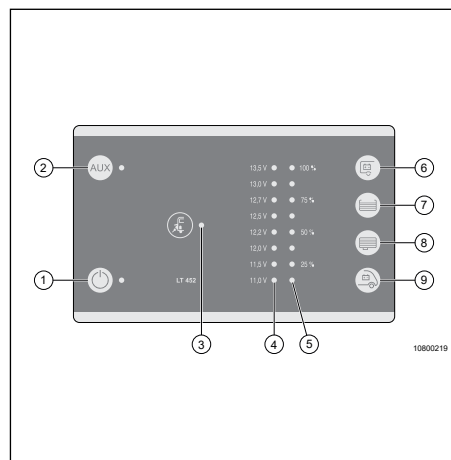

Fig. 40 Panneau de contrôle
6. Vérifier le bon fonctionnement sur le panneau de contrôle (Fig. 40).
L'interrupteur principal 12 V (Fig. 40, pos. 1) active et désactive l'alimentation 12 V de l'habitacle.
En appuyant sur la touche (Fig. 40, pos. 7 ou pos. 8) sur le panneau de contrôle, on peut consulter le niveau de remplissage du réservoir d'eau fraîche et des eaux usées.